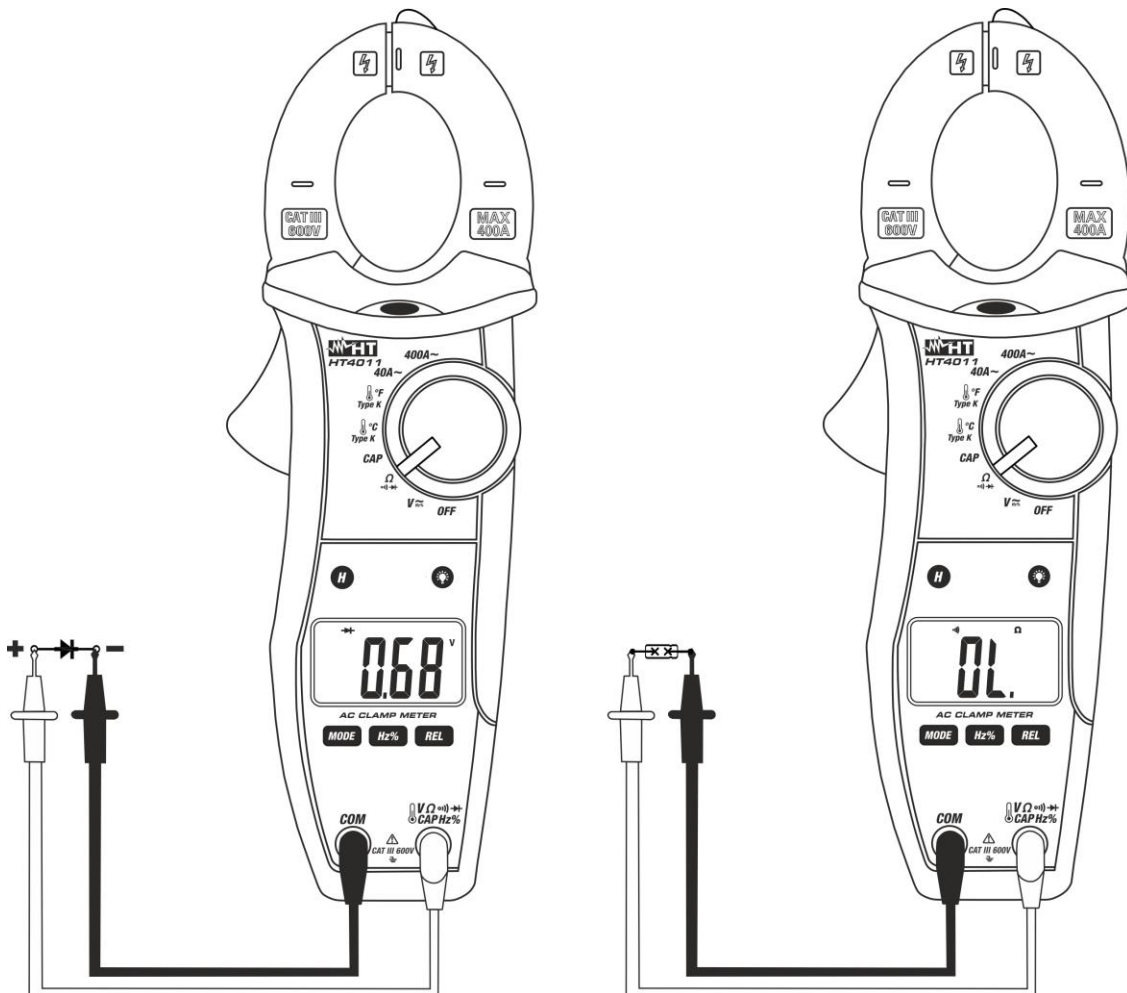

Fig. 7 : Utilisation de la pince pour test de continuité et test des diodes
3. Insérer le câble rouge dans l'entrée du jack $V\Omega\rightarrow$ et le câble noir dans l'entrée du jack **COM** et exécuter le test de continuité sur l'objet sous test (voir la Fig. 7 - partie droite). L'alarme émet un signal sonore si la valeur de résistance mesurée est inférieure à 150 Ω environ.
5. Connecter l'embout rouge à l'anode de la diode et l'embout noir à la cathode en cas de mesure de polarisation directe (voir la Fig. 7 – partie gauche). Inverser la position des embouts en cas de mesure de polarisation inverse.